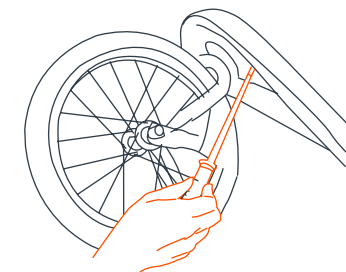

Fig. 7d
- Introduzca los 4 tornillos por debajo del armazón delantero en los tubos plásticos del guardabarros delantero. Ajuste bien los tornillos sin forzarlos (Fig. 7d). **NO AJUSTE DE MÁS.**